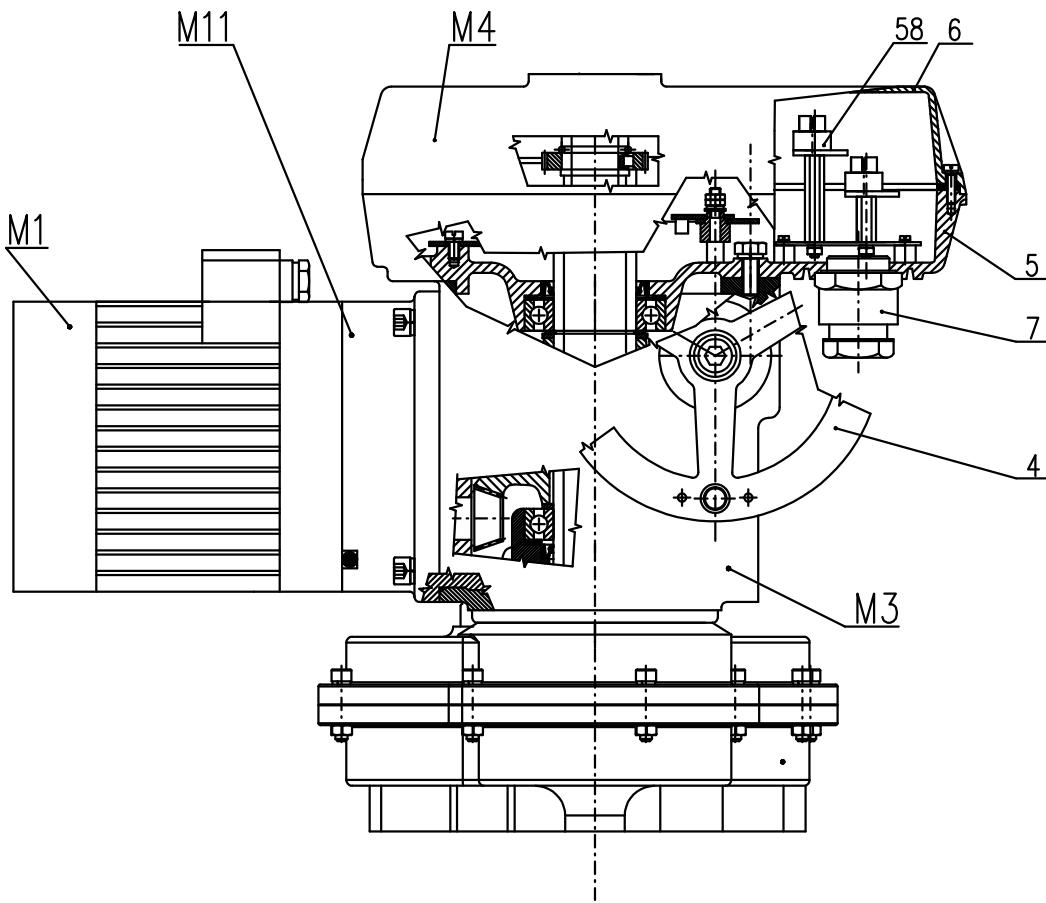
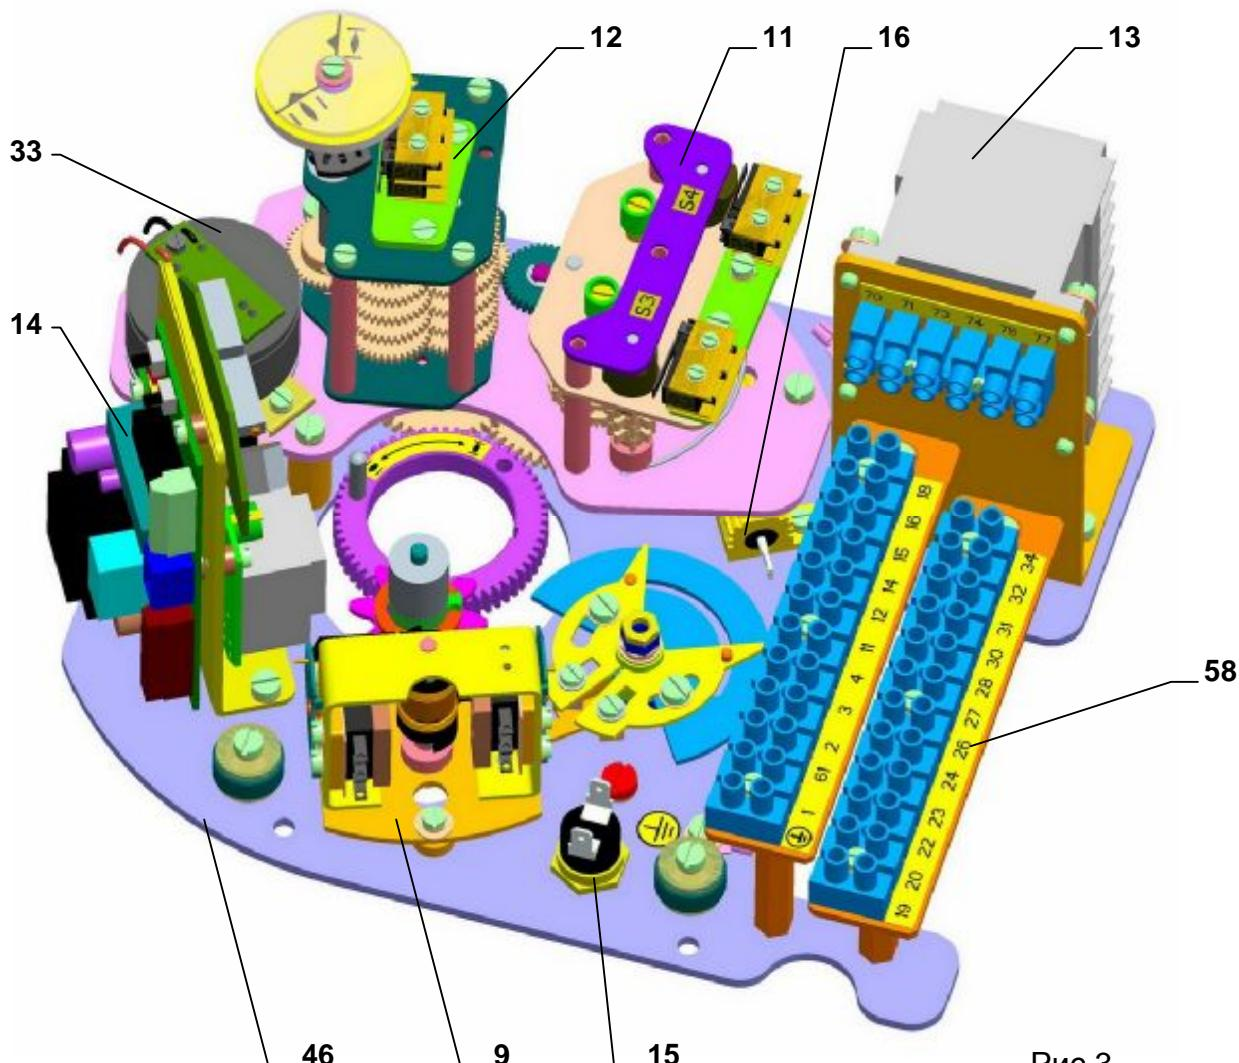

Рис. 1
Рис.3
ЭП МО многооборотные состоят из следующих модулей (рис.1):
Модуль М4 – коробка управления (Рис. 1), помещен в верхней части ЭП и создает самостоятельное функциональное целое. Верхнюю часть образует кожух коробки управления. Нижняя часть коробки управления заключает шкаф силовой передачи и создает несущую часть передачи управляющей плиты (Рис.3).
- блок положения (11)
- блок сигнализации с передачным звеном (12)
- блок моментного выключения (9)
- блок датчика (33) (для спецификации ЭП)
- отопительный элемент (16) с тепловым реле (15)
- регулятор положения (только для ЭП МО с регулятором положения) (14)
- реверсивные контакторы (13) (для спецификации ЭП)
- электрическое включение через клеммные колодки (58), расположенное в коробке управления и кабельных концевых втулок (7)(рис.1), или конектора с кабельными концевыми вводами